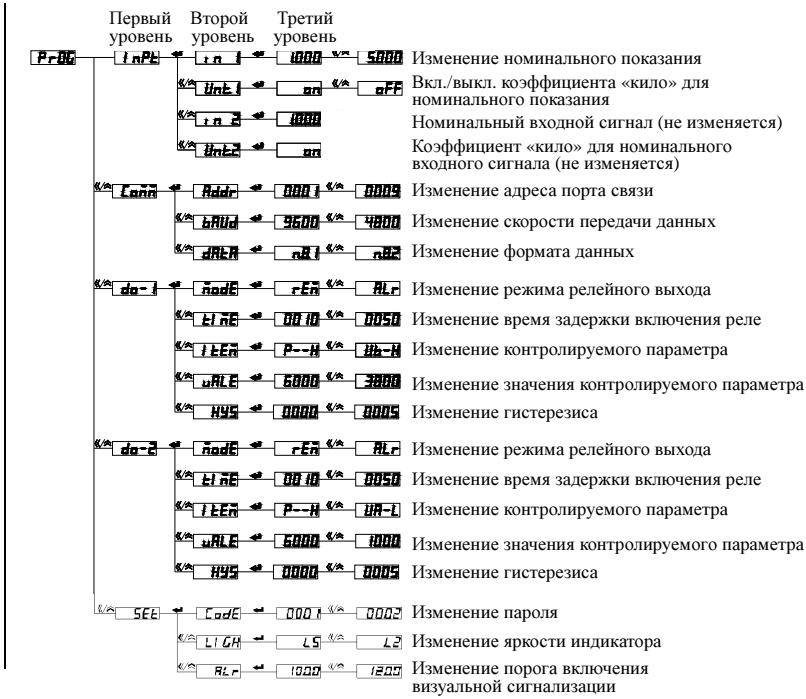

Рис. 4.14 – Структура меню программирования прибора PZ194U-2S1T
3) На рис. 4.14 приведена структура меню программирования приборов модификации S (одноканальный вольтметр PZ194[5]U-2S1T, одноканальный амперметр PA194[5]I-2S1T, частотомер PD194F-2S1T).